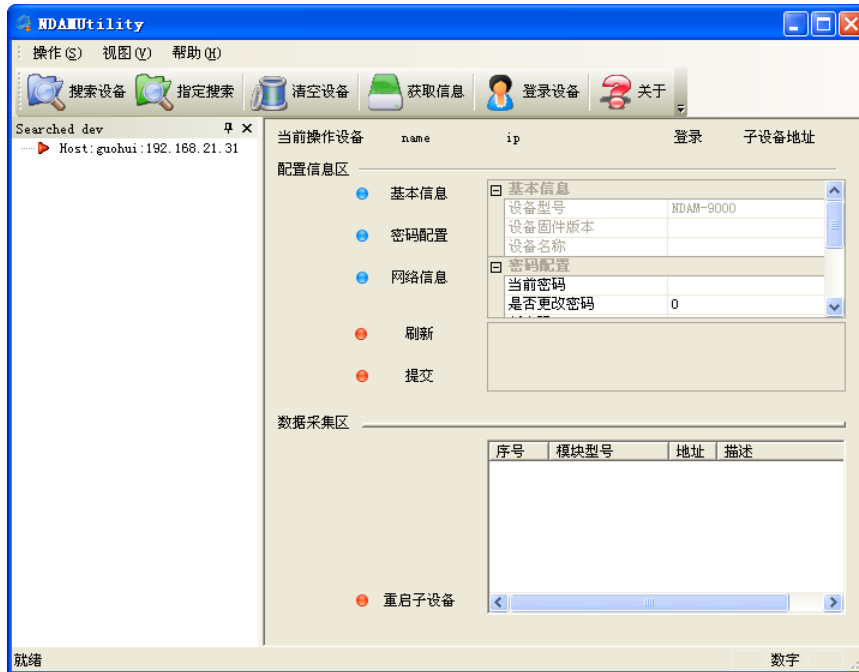

图 3.2 NDAM 配置软件界面
- ② 将 NDAM-2808 模块地址按照 ID 地址设定说明设置为 3；
- ③ 给设备接通电源，此时 NDAM-2808 模块上的 Power 指示灯点亮，State 指示灯快速闪烁，表明模块开始正常工作。
- ④ 用网线将 NDAM-9000 的网络插口（RJ-45 插座）与 PC 机的以太网插口连接，完成接线。
- ① 在 PC 机上安装 NDAM 系列配置软件 NDAMUtility，其运行界面如图 3.2 所示；